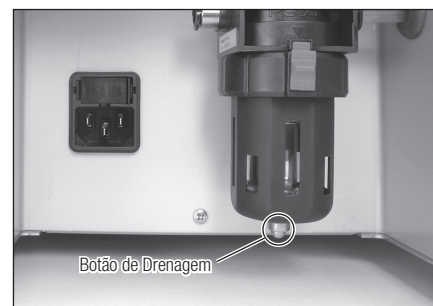

Fig. 27
- 1) Quando a água se acumular na caixa do filtro de ar, carregue no botão de drenagem no fundo da caixa para drenar a água (Fig. 27).